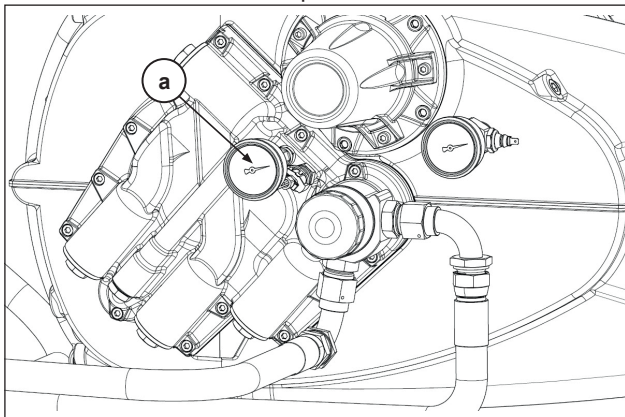

Abb. 20
3. Überprüfen Sie die korrekte Ansaugung der Ölpumpe: Die Höchstzeit, die ab dem Pumpenstart vergehen darf, um das Schmieröl anzusaugen und dessen Druck am Manometer (Pos.a Abb. 20) des Ölpumpengehäuses zu erfassen, beträgt 10 Sekunden bei einer Minstdrehzahl von 1200 U/min an der Zapfwelle.